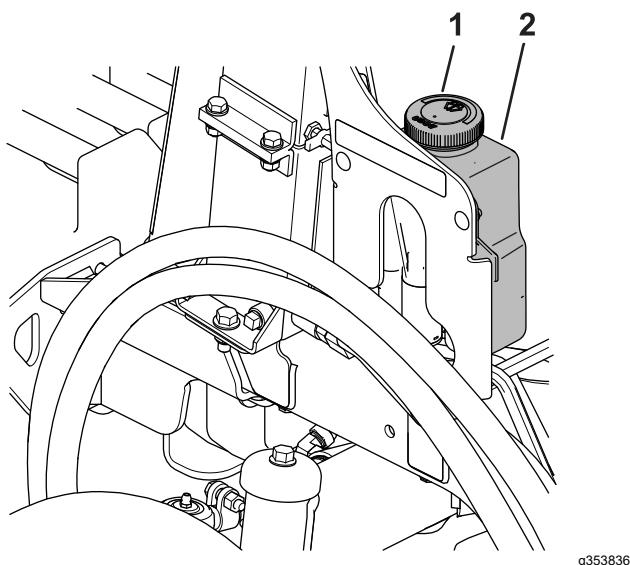

Рисунок 90
1. Снимите крышку бачка (Рисунок 90).